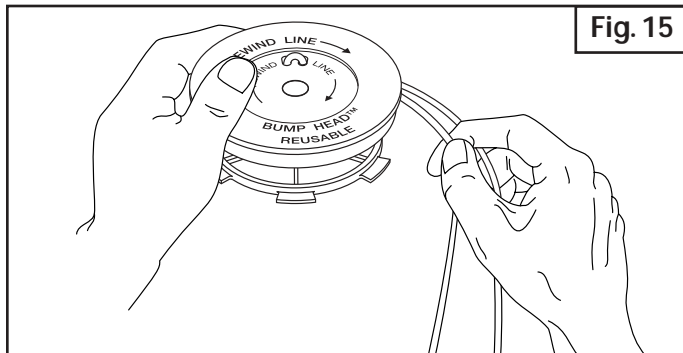

Fig. 15
7. Enroulez les fils en couches uniformes serrées sur le moulinet (Fig. 15). Enroulez le fil dans le sens indiqué sur le moulinet intérieur. Placez votre index entre les deux fils pour les empêcher de se superposer. Ne superposez pas les extrémités du fil. Passez à l'étape 11.